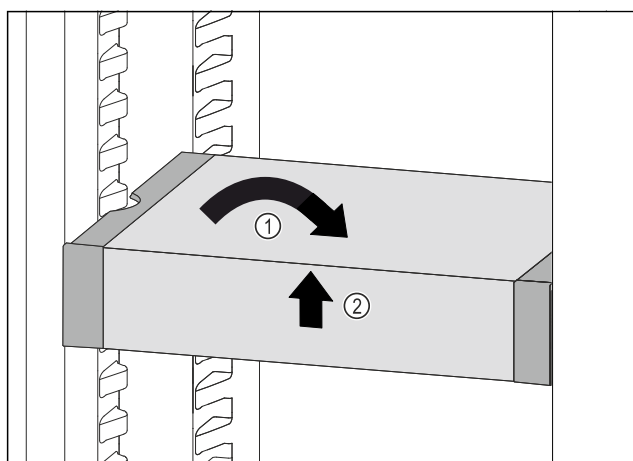

Fig. 165
- Collocare VarioSafe in maniera dritta. Fig. 165 (1)
- Sollevare VarioSafe dal lato anteriore. Fig. 165 (2)